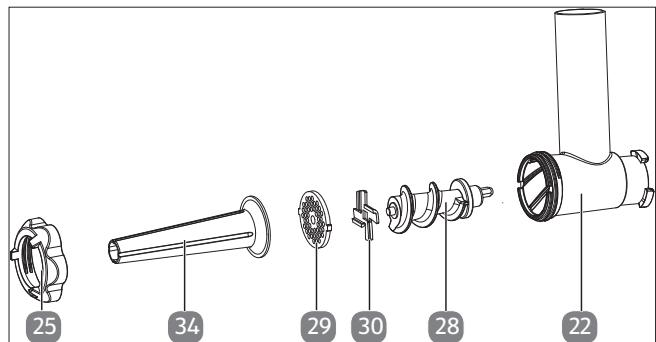

Fig. 20 – Triturazione/preparazione di salsicce
1. Per triturare i pezzi di carne e preparare le salsicce in un'unica operazione, montare il tritacarne con piastra forata e lama a croce con i bordi taglienti rivolti verso l'esterno sull'asse nonché l'imbuto insaccatore (vedere Fig. 20).